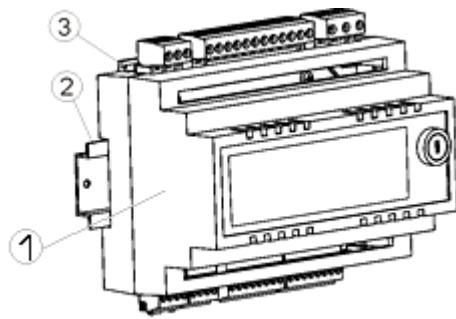

Рис. 1 Размещение модуля на DIN рейке:
Для установки расширительного модуля на DIN рейку поднимите плоской отверткой защелку-крепление (3) вверх как показано на Рис. 1., а после верните ее в исходное положение. Убедитесь, что модуль надежно закреплен и его невозможно снять без применения инструментов.